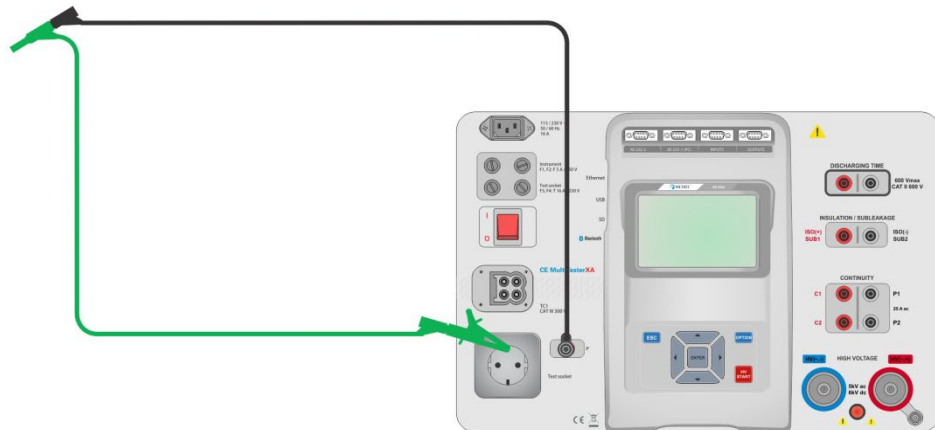

Abbildung 6.20: Kurzgeschlossene Prüflleitungen
- Schließen Sie das Prüfkabel am Messgerät an und schließen Sie die Prüflleitungen miteinander kurz, siehe *Abbildung 6.20*.